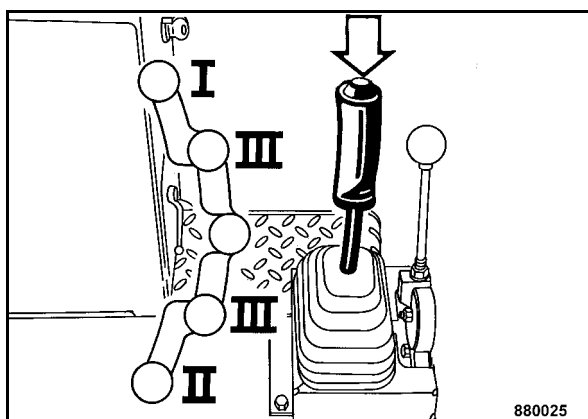

Fig. 58
- Azionare l'interruttore a pressione per vibrazione (Fig. 58) solo dopo aver messo la leva di marcia nella posizione della direzione di marcia desiderata.